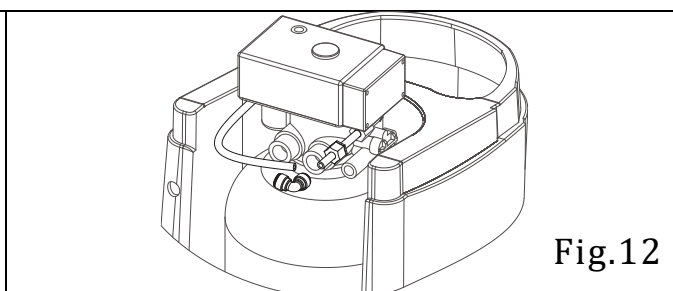

Fig.12
8.2. Passez le tube à travers l'écrou et insérez la torche dans une extrémité du tube, à l'intérieur de la torche, placez le filtre en inox. (Fig. 12)